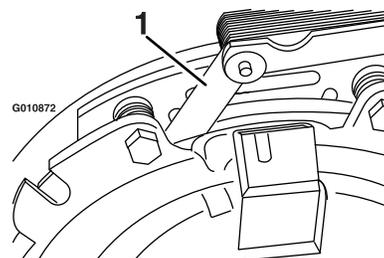
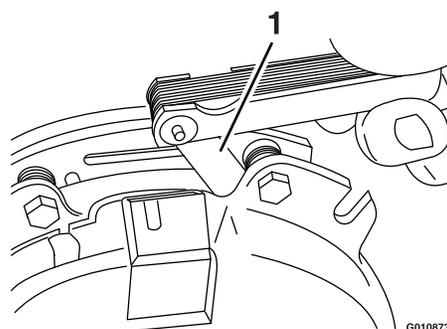

Figure 75
Figure 76
- E. À l'aide d'une jauge d'épaisseur de 0,025 cm (0,010 po), vérifiez qu'il existe un entrefer entre le rotor et la face de l'induit, de chaque côté du pôle de frein, comme montré à la Figure 75 et la Figure 76.